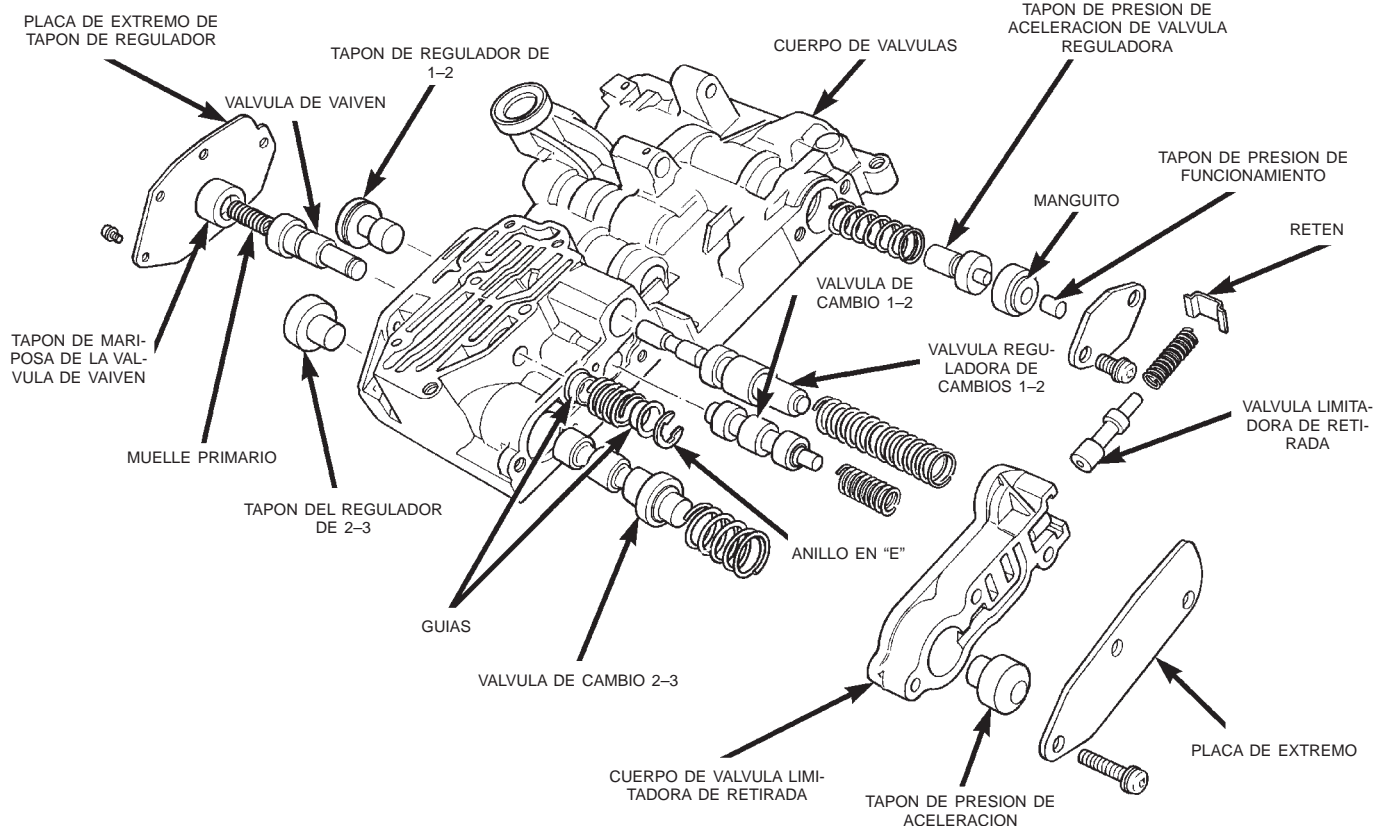

Fig. 57 Válvulas reguladoras, válvulas de cambios y tapones del regulador
(23) Retire la placa de extremo del tapón del regulador (Fig. 57).
(24) Retire del cuerpo de válvulas los tapones del regulador de las válvulas de cambio 1-2 y 2-3 (Fig. 57).
(25) Retire del cuerpo de válvulas el tapón de mariposa del acelerador de la válvula de vaivén, el muelle primario y la válvula de vaivén (Fig. 57).
(26) Retire los tornillos que fijan el cuerpo de válvula limitadora de retirada al cuerpo de válvulas (Fig. 57).
(27) Retire la válvula reguladora de cambio 1-2 y el muelle del cuerpo de válvulas (Fig. 57).
(28) Retire la válvula de cambio 2-3 y el muelle del cuerpo de válvulas (Fig. 57).
(29) Retire la válvula de cambio 1-2 y el muelle del cuerpo de válvulas (Fig. 57).
(30) Retire el tapón de presión de aceleración del cuerpo de la válvula limitadora de retirada (Fig. 57).
(31) Retire el retén del extremo del cuerpo de la válvula limitadora de retirada (Fig. 57).
(32) Retire la válvula limitadora de retirada y el muelle del cuerpo de válvula limitadora de retirada (Fig. 57).
(33) Retire del cuerpo de válvulas la placa de extremo de la válvula reguladora (Fig. 57).
(34) Retire el tapón de presión de funcionamiento de la válvula reguladora, el manguito del tapón de presión, el tapón de presión de aceleración y el muelle (Fig. 57).
(1) Lubrique los huecos del cuerpo de válvulas, las válvulas y los tapones con líquido para transmisiones Mopar® ATF Plus 3, Tipo 7176.
(2) Instale en el cuerpo de válvulas el tapón de presión de funcionamiento de la válvula reguladora, el manguito del tapón de presión, el tapón de presión de aceleración de la válvula reguladora y el muelle (Fig. 57). Verifique que los componentes de la válvula se deslicen libremente.
(3) Instale la placa de extremo de la válvula reguladora en el cuerpo de válvulas (Fig. 57).
(4) Instale la válvula limitadora de retirada y el muelle en el cuerpo de la válvula limitadora de retirada (Fig. 57). Verifique que los componentes de la válvula se deslicen libremente.
(5) Comprima el muelle en el cuerpo de la válvula limitadora de retirada.
(6) Instale el retén en las acanaladuras del extremo del cuerpo de la válvula limitadora de retirada (Fig. 57).
(7) Instale el tapón de presión de aceleración en el cuerpo de la válvula limitadora de retirada (Fig. 57).
(8) Instale la válvula de cambio 1-2 y el muelle en el cuerpo de válvulas (Fig. 57).
(9) Instale la válvula de cambio 2-3 y el muelle en el cuerpo de válvulas (Fig. 57).
(10) Instale la válvula reguladora de cambio 1-2 y el muelle en el cuerpo de válvulas (Fig. 57).
(11) Verifique que los componentes de las válvulas se deslicen libremente.
(12) Coloque el cuerpo de la válvula limitadora de retirada y la placa de extremo en su posición en el cuerpo de válvulas y comprima los muelles (Fig. 57).
(13) Instale los tornillos que fijan el cuerpo de la válvula limitadora de retirada al cuerpo de válvulas (Fig. 57).
(14) Instale el tapón de mariposa de la válvula de vaivén, el muelle primario y la válvula de vaivén en el cuerpo de válvulas (Fig. 57). Verifique que los componentes de la válvula se deslicen libremente.
(15) Instale los tapones del regulador de las válvulas de cambio 1-2 y 2-3 en el cuerpo de válvulas (Fig.
(16) Coloque la placa de extremo del tapón del regulador en su posición en el cuerpo de válvulas y comprima el muelle.
(17) Instale los tornillos que fijan la placa de extremo del tapón del regulador al cuerpo de válvulas (Fig. 57).
(18) Ensamble el muelle y las guías de la válvula de vaivén (Fig. 57). Coloque los muelles y las guías en su posición en el vástago de la válvula de vaivén.